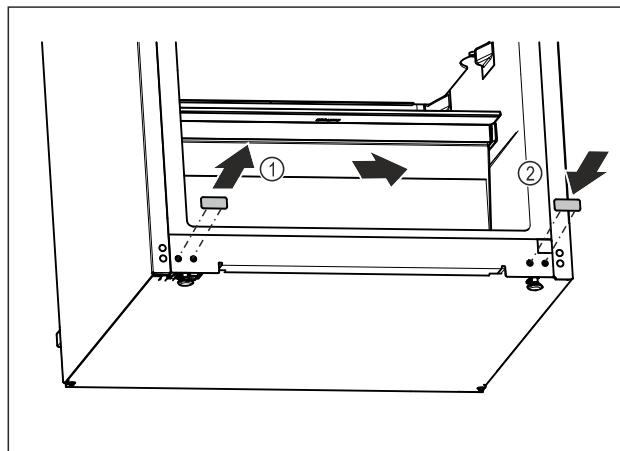

Fig. 17
- ▶ Vytiahnite kryciu zátku. Fig. 17 (1)
- ▶ Nasadťte kryciu zátku na opačnú stranu. Fig. 17 (2)